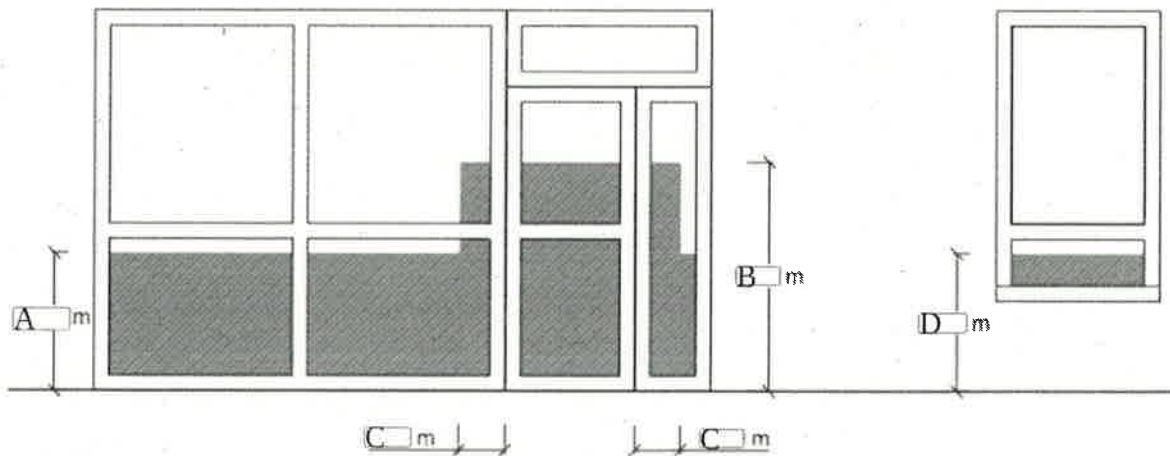

Figura 1.2 Identificación de áreas con riesgo de impacto
12.- En la figura 1.2 se identifican ciertas áreas de un cerramiento separador interior con riesgo de impacto. Indicar la dimensión normativa de A:
13.- En la misma figura 1.2, indicar la dimensión normativa de B:
14.- Y, por último, en la misma figura 1.2, indicar la dimensión normativa de C: